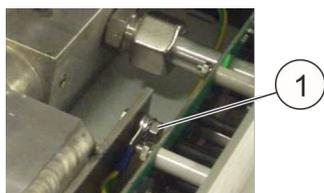

Fig. 85 : Vis de mise à la terre
- 10.** Retirer la vis de mise à la terre (Fig. 85 /1) du réservoir.